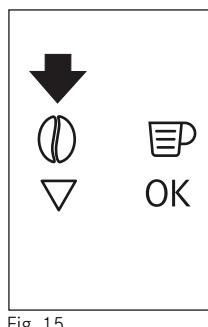

Fig. 15
- ▶ La macchina è impostata in fabbrica per erogare caffè con gusto normale. È possibile richiedere caffè con gusto extra-leggero, leggero, normale, forte, oppure extra-forte e con opzione del caffè premacinato. Per scegliere il gusto desiderato, premere più volte l'icona (B4) (Fig. 15). Il gusto desiderato del caffè è visualizzato sul display.